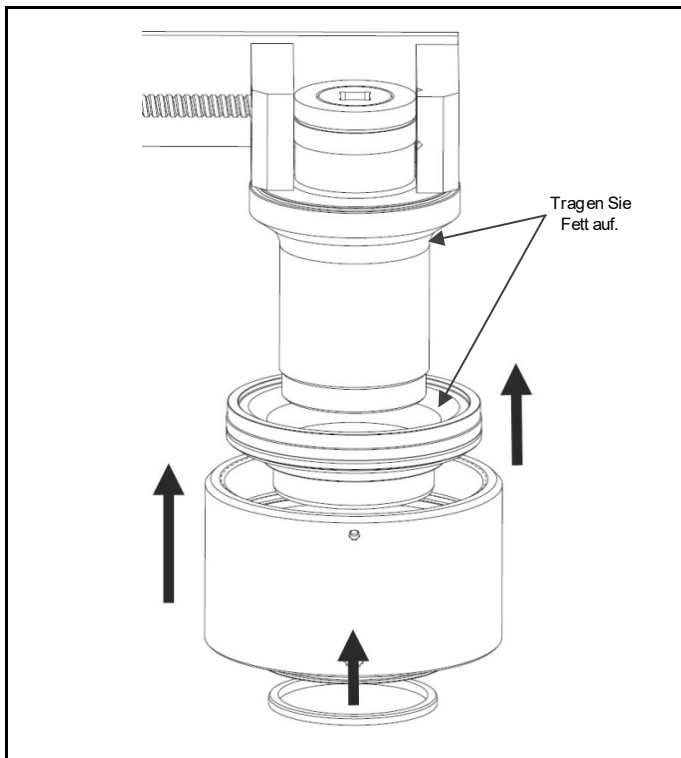

Abb. 4.5 Baugruppe, Körper und Lagerring auf die Abziehstange setzen
- Wenn Sie den Körper abgleiten lassen und die Baugruppen wieder auf die Abziehstange aufsetzen, achten Sie darauf, keine der inneren Oberflächen zu beschädigen. (Abb. 4.5)